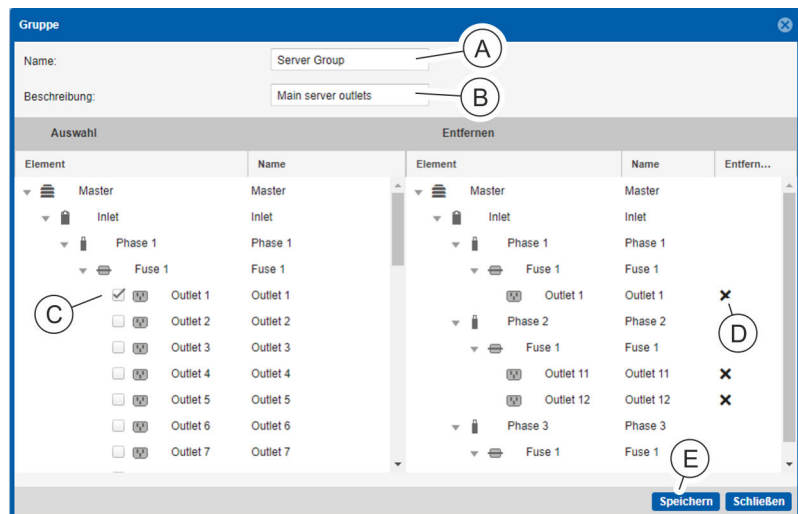

Abb. 112: Fenster "Gruppe"
⇒ Es öffnet sich das Fenster "Gruppe" (Abb. 112).
4. Im Fenster "Gruppe" eine Benennung (Abb. 112/A) und ggf. eine Beschreibung (Abb. 112/B) für die Gruppe einfügen.
5. In der linken Spalte einzelne Steckdosen über die jeweilige Checkbox (Abb. 112/C) auswählen.
6. Ggf. einzelne Steckdosen über die Schaltfläche **x** (Abb. 112/D) in der rechten Spalte entfernen.
7. Schaltfläche „Speichern“ drücken, um eine Steckdosengruppe zu speichern (Abb. 112/E).